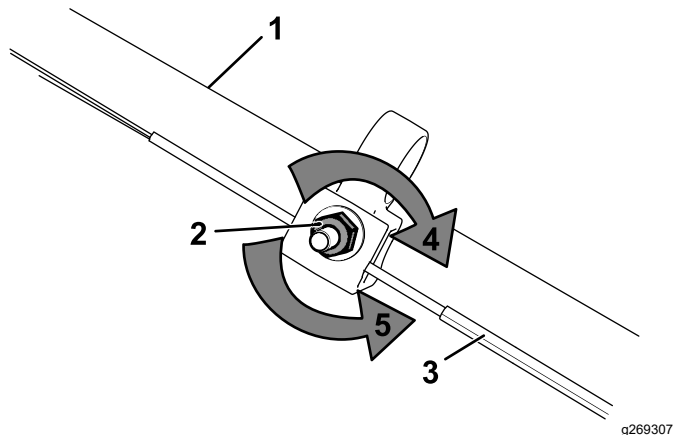

Рисунок 26
1. Поверните регулировочную гайку против часовой стрелки, чтобы ослабить натяжение троса (Рисунок 26).
2. Отрегулируйте натяжение троса (Рисунок 26), потянув его назад или вперед, затем удерживайте в этом положении.